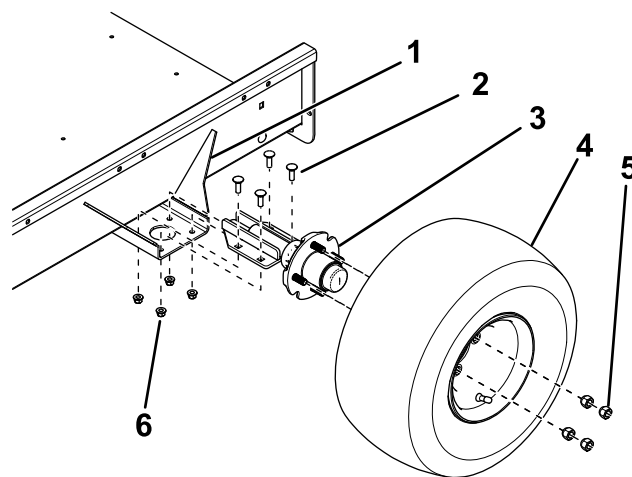

Figura 2
2. Usando los 4 pernos de cuello cuadrado y 4 contratuercas, monte un eje en la cara superior de los soportes de montaje en cada lado de la plataforma del remolque, como se muestra en la **Figura 2**.
3. Monte un conjunto de rueda en cada cubo del eje con 4 tuercas (Figura 2) y apriete las tuercas a 108,5 N·m.
3. Ajuste la posición de los soportes de montaje del eje hasta que la distancia entre centros sea de unos 3 mm menos que la distancia entre centros (Figura 2).